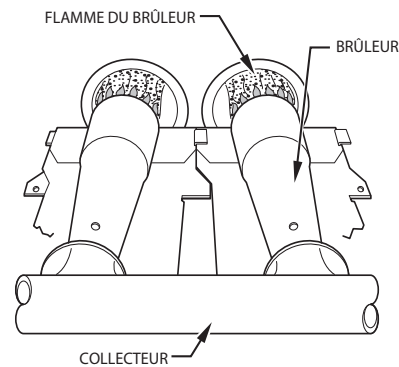

Figure 65 – Flamme du brûleur
- c. Lorsque vous aurez obtenu l'admission correcte, remplacez les capuchons qui masquent les vis de réglage du régulateur. La flamme du brûleur principal doit être d'un bleu clair, presque transparent (voir la Figure 65).